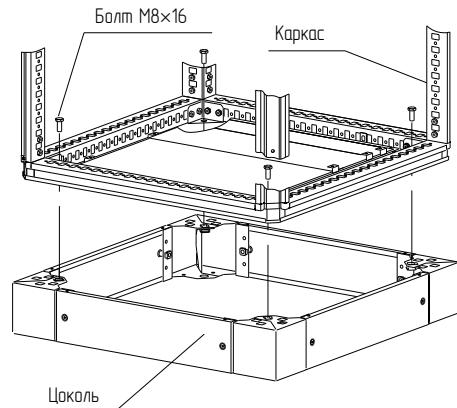

Рисунок 8
4.3.5 Установите каркас на цоколь и закрепите четырьмя болтами M8×16 (Рисунок 8).